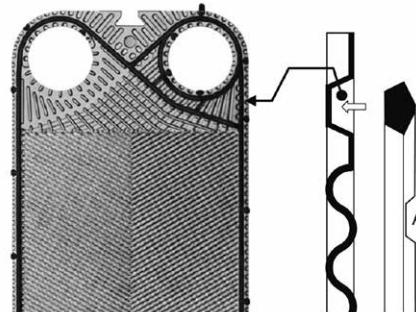
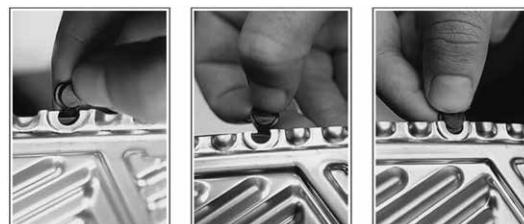

Fig.6
Fig. 7
- 4) Desserrez tous les écrous dans un ordre diamétralement opposé (Fig. 6). Reculez le plateau mobile en le tirant en arrière et enlevez les plaques une par une en faisant attention de ne pas les endommager. Attention, le bord des plaques est coupant, portez des gants de protection.
Positionnez le joint sur la plaque (Fig.6) en orientant les canaux détecteurs de fuite "A" vers le haut, puis logez tous les Plug-in® dans leurs logements (Fig.7). Assurez-vous que le joint est bien logé dans la rainure et retournez la plaque pour vérifier que tous les Plug-in® sont en place.